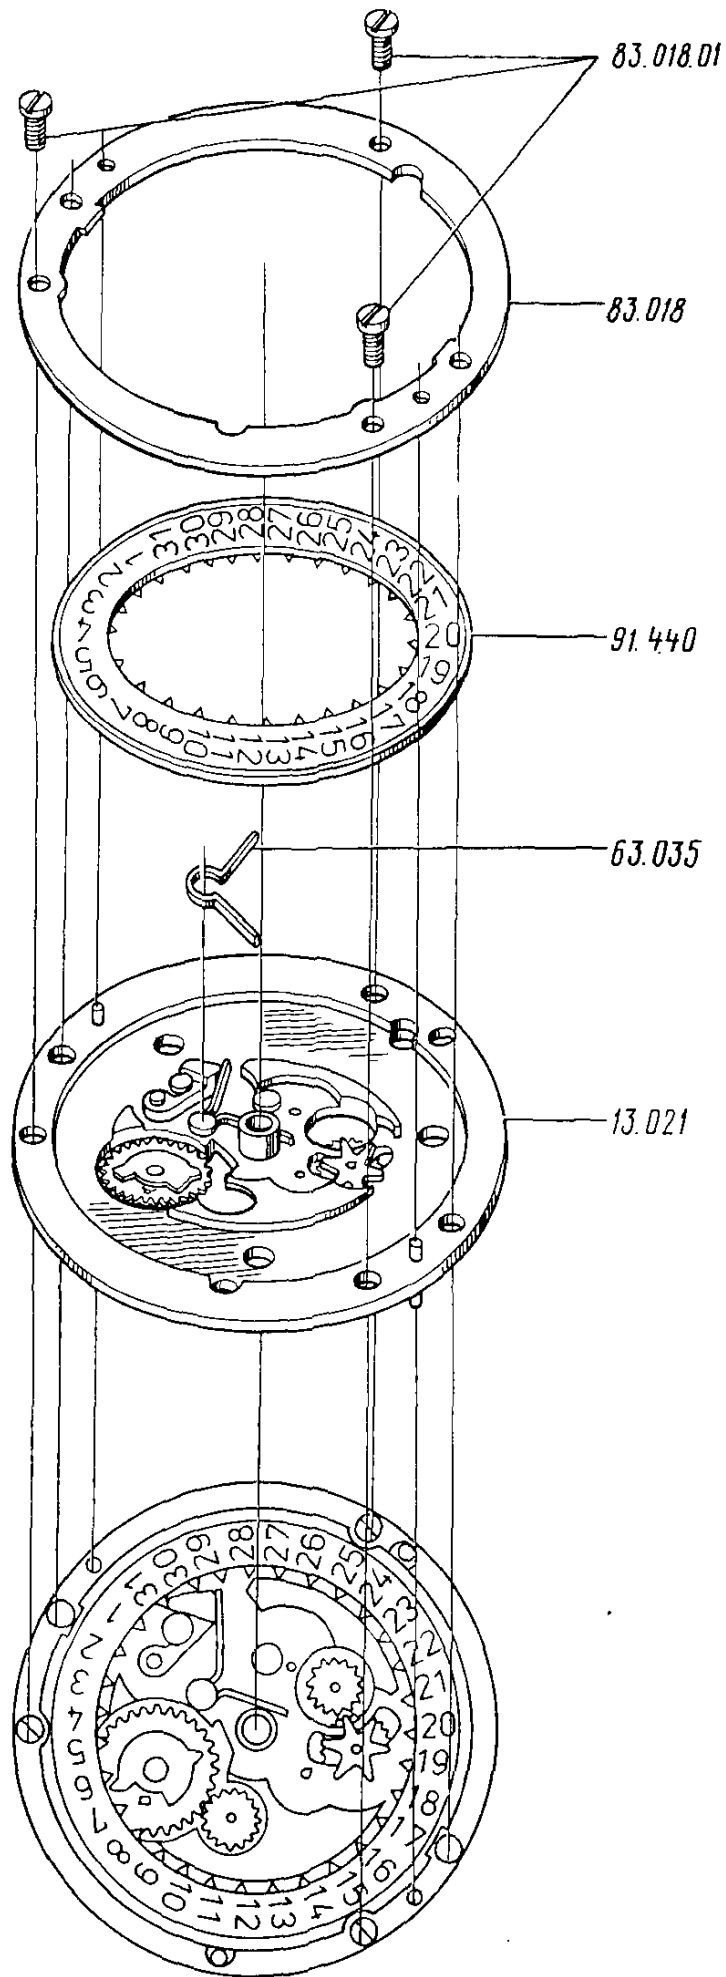

Рис. 161
21. Отвернуть и снять винты наклейки указателя чисел месяца (рис. 161)